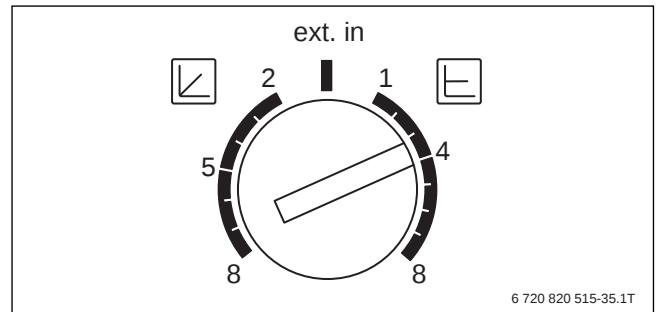

Bild 33 Einstellmöglichkeiten Pumpe PC0
- Die Wärmeanforderung zur Beladung des Pufferspeichers erfolgt über den potentialfreien Schließerkontakt des Regelgeräts Logamatic 4117 auf die Anschlussklemmen I2 (WA) des Gas-Brennwertgeräts Logamax plus GB162.
- Die Pumpe PC0 der Pumpengruppe des Gas-Brennwertgeräts muss auf $\Delta p =$ konstant eingestellt werden. Die Einstellung erfolgt direkt an der Pumpe PC0 (→ Bild 33). Der Förderdruck der Pumpe PC0 ist entsprechend dem Druckverlust des Wärmetauschers des Gas-Brennwertgeräts zu wählen. Druckverluste des Gas-Brennwertgeräts bei $\Delta T = 25 \text{ K}$: